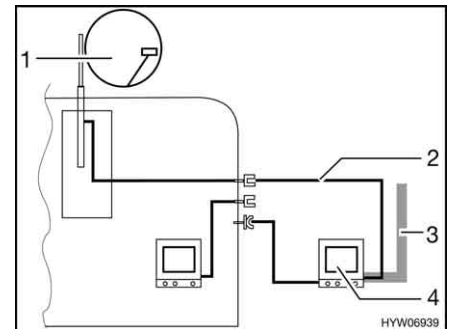

Bild 121 TV i förtältet
- TV i förtältet (Bild 121,4): Anslutning till takantenn (Bild 121,1) med anslutningskabel (Bild 121,2)
- TV i förtältet (Bild 121,4): Anslutning till extern antenn (Bild 121,3)